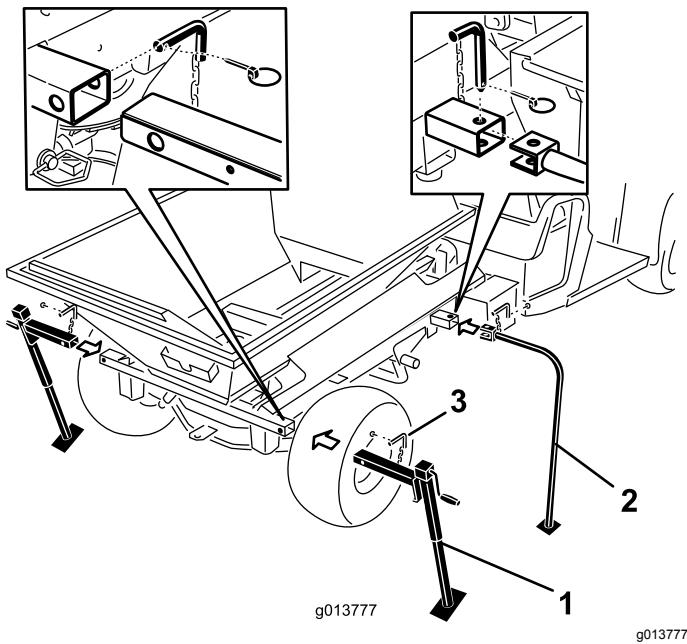

Figura 49
- Introduzca las patas de almacenamiento delanteras y los gatos traseros en los tubos de la máquina y sujetelos con los pasadores de bloqueo (Figura 49).